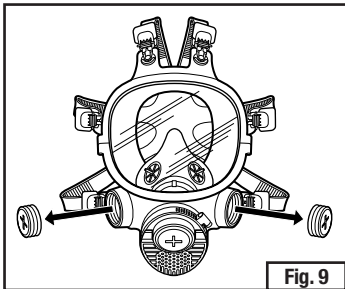

Fig. 9
1. Si no está colocado el adaptador tipo bayoneta 3M™ 701, retire los Tapones 3M™ 7890 (Fig. 9).